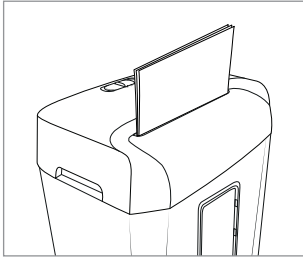

Fig. 2
- ◆ Introduzca el papel centrado y en posición vertical desde arriba en la ranura de corte **8** (consulte la fig. 2). El aparato se enciende automáticamente y vuelve a apagarse automáticamente si no se introduce más papel.
- ▶ Desconecte el enchufe ① de la red eléctrica para evitar una reactivación accidental del aparato.
① Indicación
- ▶ Vacíe regularmente el contenedor ⑩ para evitar que los restos de materiales se introduzcan desde abajo en las cuchillas de corte.
- ◆ Sujete el accesorio de corte ⑤ por los dos agarres ⑦ integrados a la izquierda y a la derecha y desmóntelo del contenedor ⑩.
- ◆ Vacíe el contenedor ⑩.
- ◆ Sujete el accesorio de corte ⑤ por los dos agarres ⑦ integrados y colóquelo sobre el contenedor ⑩ de forma que el cable de red ① apunte hacia atrás y la ventana de control ⑨ del contenedor ⑩ apunte hacia delante (consulte la fig. 2).